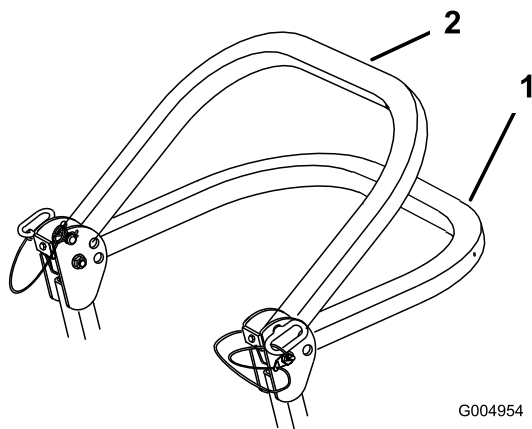

Figura 8
2. Baixe por completo a barra de segurança. Há 2 posições em baixo. Consulte a Figura 8 relativamente às posições.